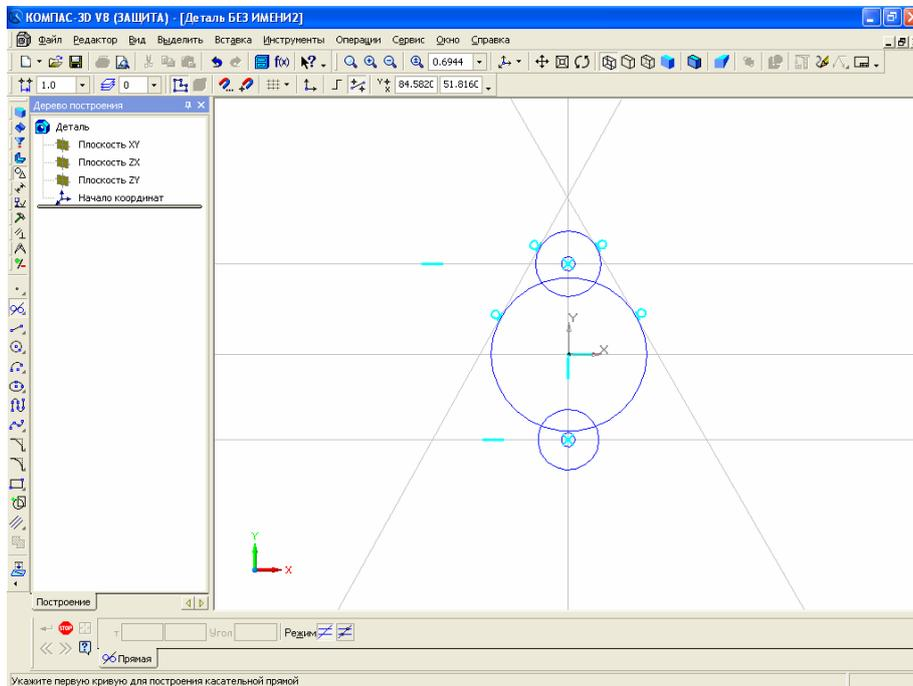

Рис. 23. Выделите сопрягаемые окружности
15. Теперь, когда окружности созданы, перейдем к созданию сопряжений между ними. Для построения сопряжений используйте инструмент (Отрезок, касательная к двум кривым), рис. 23.